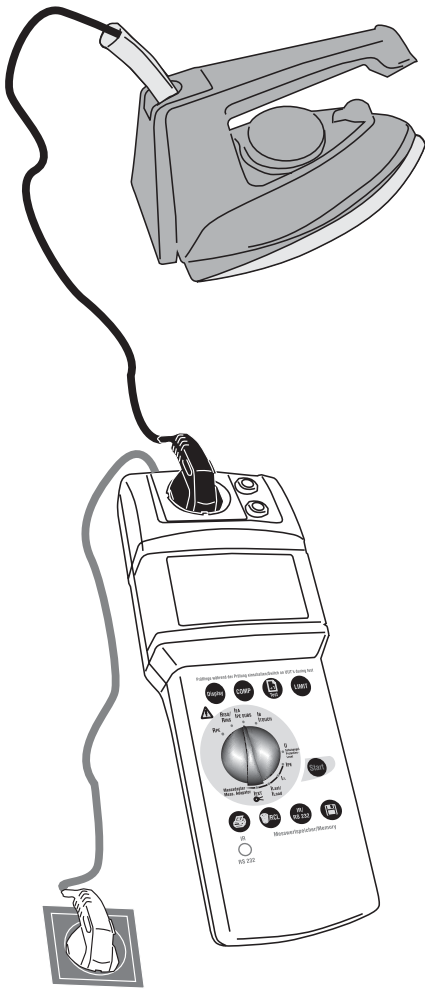
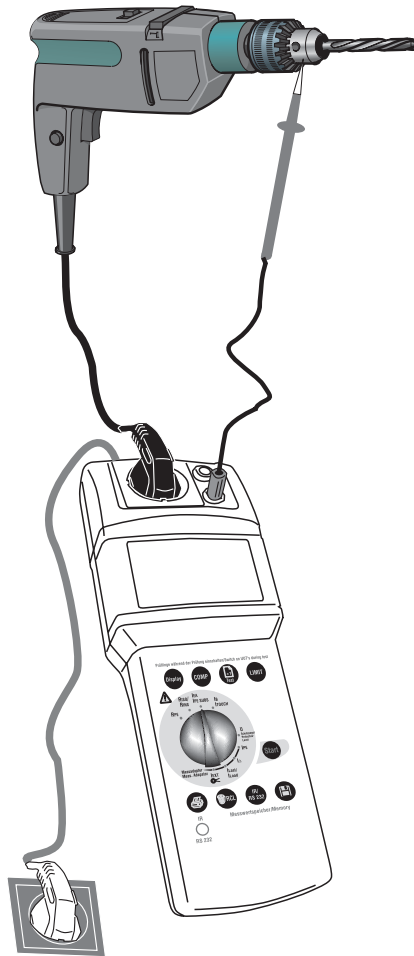

Bild 6.8: Messung des Ersatzableitstromes bei
Bild 6.9: Messung des Ersatzableitstromes bei
- 1) Schließen Sie den BEHA-AMPROBE TELARIS 0701/0702 mit dem Netzanschlusstecker (1) an eine funktionsfähige und ordnungsgemäß angeschlossene Schutzkontakt-Netzsteckdose an.
- 2) Stellen Sie den Drehschalter 'Messfunktion' (15) auf die Schalterstellung 'IEA'
- 3) Stellen Sie mittels der Taste LIMIT (7) den Grenzwert für den Ersatzableitstrom ein.
- 4) Stecken Sie den Netzstecker des Prüflings in die Prüfsteckdose (3), siehe Bild 6.8.
- 6) Drücken Sie die Taste „Start“ (9). Das blinkende Symbol für die Messeinheit im Display signalisiert den aktuellen Messvorgang.
- 7) Lesen Sie den Messwert von der LC-Anzeige (6) ab. Das Symbol 'LIMIT' (21) zeigt bei eingeschalteter Grenzwertanzeige eine Übererschreitung des Grenzwertes an.
🔊 Bei Geräten der Schutzklasse II oder III und berührbare leitfähige Teilen von Geräten der Schutzklasse I, die nicht mit dem Schutzleiter verbunden sind, verbinden Sie zusätzlich die Buchse 'PE' (5) mit allen berührbaren leitfähigen Gehäuseteilen des Prüflings, siehe Bild 6.9.